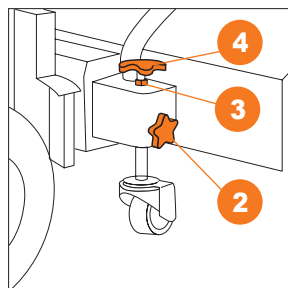

Рис. 13
- Выбрав необходимое положение, зафиксируйте положение контрящей гайкой 3 и боковым барашковым винтом 4 (Рис. 13).